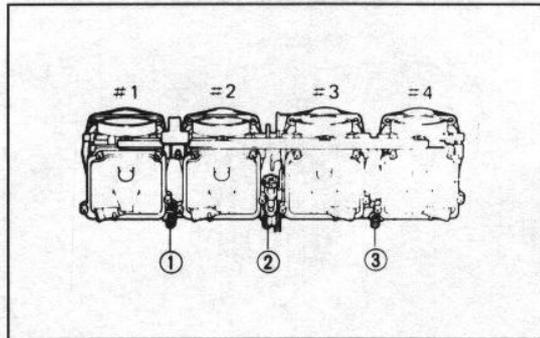

Bild 30
- Die beiden mittleren Vergaser anschliessen und so die beiden Vergaserpaare synchron einstellen (Bild 30).